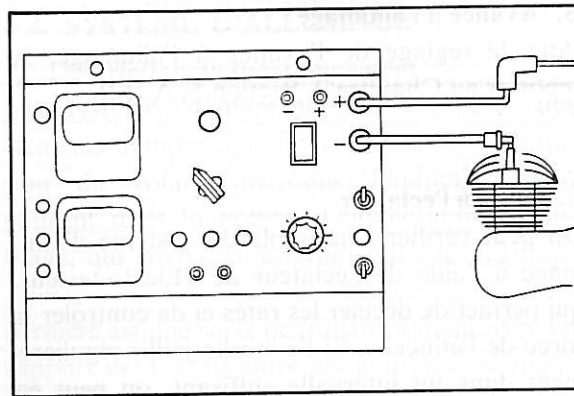

Fig. 6-2-2
The entire ignition system can be checked for misfire and weak spark using the Electro-Tester. If the ignition system will fire across a sufficient gap, the engine ignition system can be considered good. If not, proceed with individual component tests until the problem is found. (Fig. 6-2-2)
2. Stop engine and connect tester as shown. (Fig. 6-2-2)
On peut vérifier l'ensemble du système d'allumage à l'aide de l'éclateur de l'Electo-testeur, qui permet de détecter les ratés et de contrôler la force de l'étincelle. Si l'étincelle jaillit régulièrement dans un intervalle suffisant, on peut en conclure que le système d'allumage est en bon état. Si tel n'est pas le cas, il faudra vérifier un à un tous les éléments jusqu'à ce qu'on ait trouvé la cause du problème. (Fig. 6-2-2)
2. Couper le moteur et raccorder l'Electo-testeur de la manière indiquée. (Fig. 6-2-2)
Das gesamte Zündsystem kann mit dem Elektro-Prüfgerät (Elektrotester) auf Fehlzündungen und schwache Zündfunken geprüft werden. Wenn der Zündfunke auf genügend großem Abstand überspringt, kann die gesamte Zündanlage als in Ordnung angesehen werden. Falls nicht, so sind die einzelnen Bauteile zu prüfen bis die Fehlerursache gefunden ist. (Fig. 6-2-2)
2. Motor abstellen und Prüfgerät wie gezeigt anschließen. (Fig. 6-2-2)